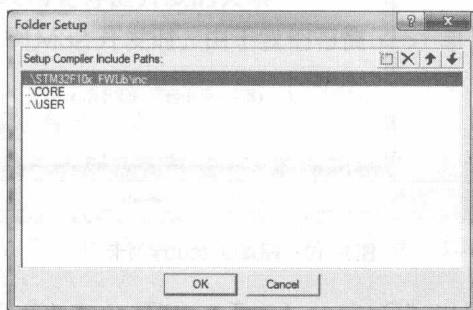

图 1-17 添加所要编译文件的路径
(2) 单击 Include Paths 最右边的方块按钮，弹出添加路径的 Folder Setup 对话框，然后把 `STM32F10x_FWLib\inc`、`CORE` 和 `USER` 子目录都添加进去。此操作是为了设定编译器的头文件包含路径，在以后的任务中会经常用到，如图 1-17 所示。